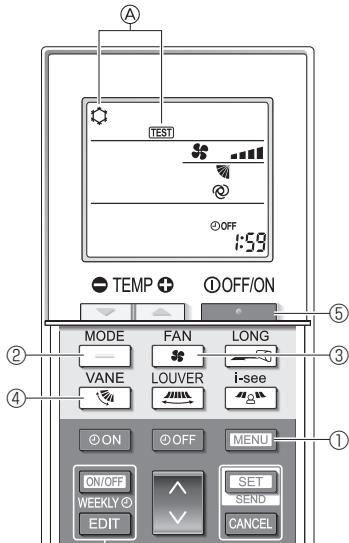

Fig. 8-5
- Appuyez sur la touche **[MENU]** ① pendant 5 secondes. (Fig. 8-5)
- Appuyez sur la touche **[MENU]** ①.
La mention ④ [TEST] et le mode de fonctionnement en cours sont affichés. (Fig. 8-5)
- Appuyez sur la touche **[—]** ② pour activer le mode refroidissement, puis vérifiez que de l'air froid est soufflé par l'appareil.
- Appuyez sur la touche **[—]** ③ pour activer le mode chauffage, puis vérifiez que de l'air chaud est soufflé par l'appareil.
- Appuyez sur la touche **[■]** ④ et vérifiez que la vitesse du ventilateur change.
- Appuyez sur la touche **[Wi-Fi]** ④ et vérifiez que l'ailette automatique fonctionne correctement.
- Appuyez sur la touche **[■]** ⑤ pour terminer l'essai de fonctionnement.